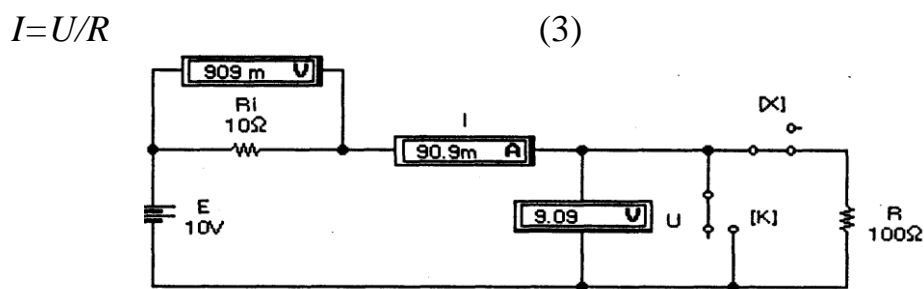

Рисунок 1– Простейшая цепь постоянного тока
Закон Ома иллюстрируется схемой на рис. 1, из которой видно, что на участке цепи с сопротивлением $R = 100$ Ом создается падение напряжения $U = 9,09$ В, измеряемое вольтметром. Согласно (3) ток в цепи $I = 9,09/100 = 90,9$ мА, что и измеряет последовательно включенный в цепь амперметр. Отметим, что в рассматриваемой схеме внутреннее сопротивление амперметра выбрано равным 10^{12} Ом, т.е. очень малым, а входное сопротивление вольтметра -10^{12} Ом, т.е. очень большим, чтобы подключение измерительных приборов к цепи не оказывало сколько-нибудь заметного влияния на результаты измерений.
Отметим назначение ключей K и X на рис. 1, управляемых нажатием одноименных клавиш клавиатуры. При размыкании ключа X в схеме реализуется режим холостого хода, при этом вольтметр U измеряет ЭДС источника $E = 10$ В, а вольтметр U_i имеет нулевые показания. При замыкании ключа K в схеме реализуется режим короткого замыкания и, согласно (1), ток короткого замыкания $I_o = E/R_i = 10/10 = 1$ А. При этом вольтметр U_i измеряет падение напряжения $U_i = I_o \cdot R_i = 10$ В.
цепи на рис. 1 ее полное сопротивление равно $R_i + R$, и на основании закона Ома получаем $I = E / (R_i + R) = 90,9 \text{ мА}$, что и измеряет амперметр.